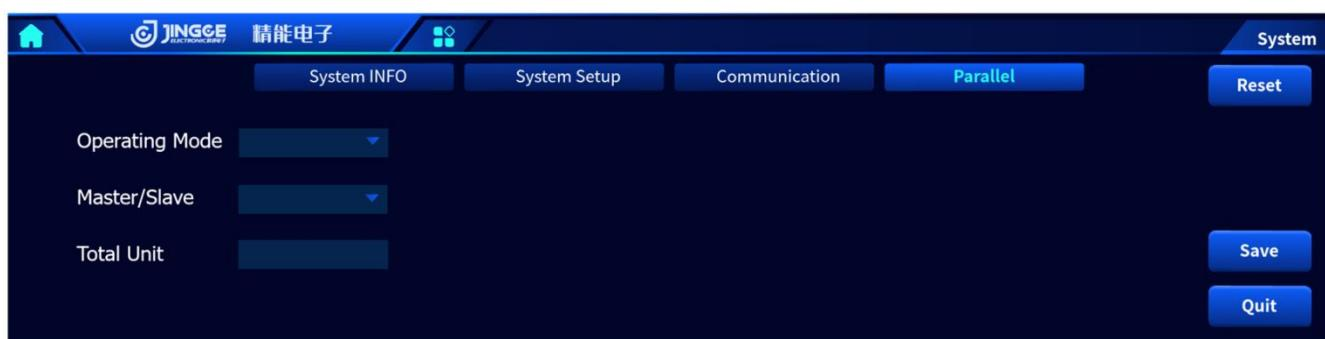

图 5-14
- 2、再按下此 short 键即取消短路功能，显示屏界面上“Short”变为蓝色。如图 5-14 所示：